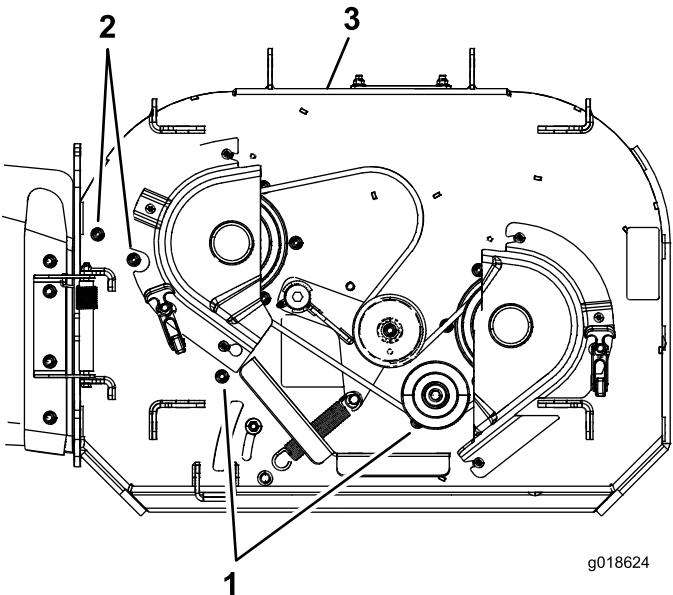

Figure 4
4. Enlevez les boulons et écrous à embase qui fixent le déflecteur d'éjection en place (Figure 3 ou Figure 4). Placez les écrous et boulons dans les trous après avoir déposé le déflecteur.